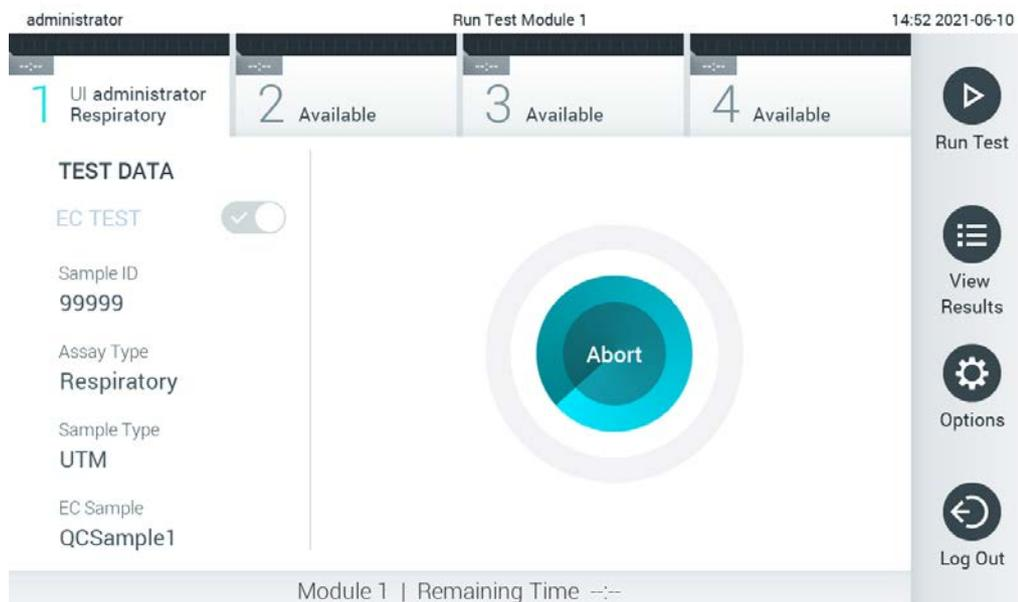

Figure 94. Affichage de l'exécution du test et du temps d'exécution restant.
10. Lorsqu'il détecte la cartouche de dosage QIAstat-Dx, le QIAstat-Dx Analyzer 1.0 ferme automatiquement le couvercle du port d'insertion de la cartouche et lance le test. Aucune autre action de la part de l'opérateur n'est requise. Pendant que le test est en cours, le temps d'exécution restant est affiché sur l'écran tactile (Figure 94, page suivante).